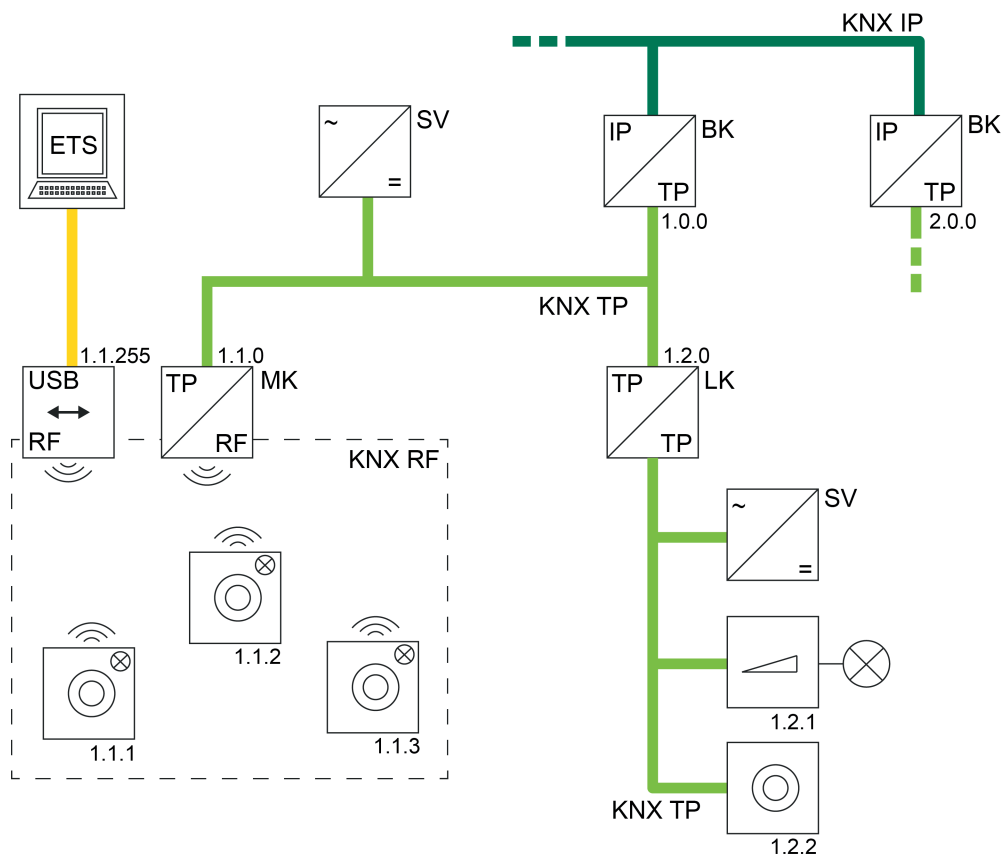

Bild 20: Beispiel einer möglichen KNX-Topologie mit einer KNX RF USB-Datenschnittstelle
- Verwendung einer KNX RF USB-Datenschnittstelle (Bild 20):